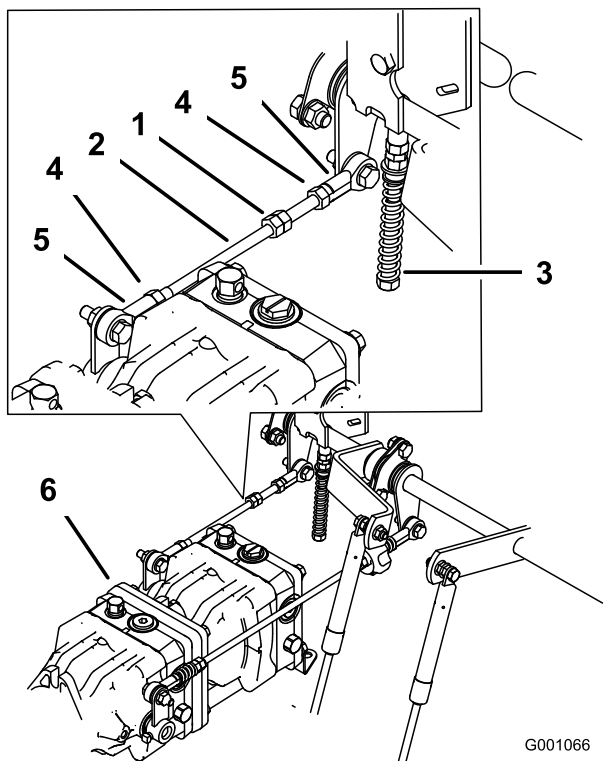

Figura 79
1. Afloje las contratuercas de la articulación esférica de la varilla de control de la bomba (Figura 79).
3. Ajuste la longitud de la varilla de la bomba girando las tuercas dobles de la varilla, en el sentido apropiado, hasta que la rueda quede estacionaria o se mueva muy lentamente en marcha atrás (Figura 79).
6. Apriete las contratuercas de las articulaciones esféricas (Figura 79).